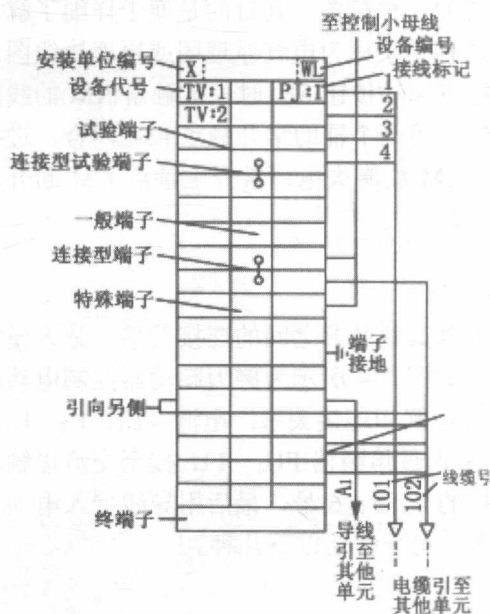

图 1-5 端子接线图
(2) 互连接线图。它是表示成套装置或设备不同单元之间连接关系的一种接线图。
(3) 端子接线图。它是表示成套装置或设备的端子以及接在端子上外部接线（必要时包括内部接线）的一种接线图，如图 1-5 所示。
(4) 电线电缆配置图。它是表示电线电缆两端位置，必要时还包括电线电缆功能、特性和路径等信息的一种接线图。